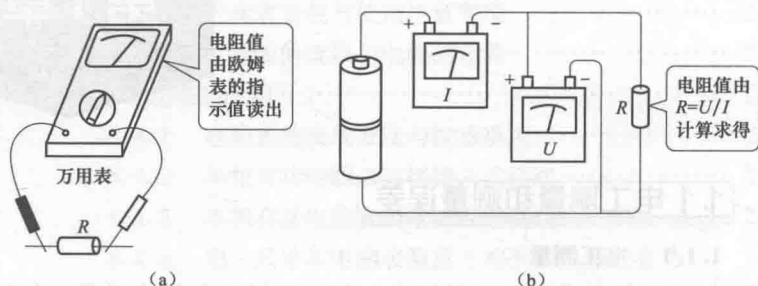

图 1-1 电阻的直接测量与间接测量
(1) 直接测量法。直接测量指测量结果可从一次测量的数据中得到。如用电流表测量电流,用电压表测量电压,用欧姆表测量电阻等都属于直接测量法,如图 1-1 (a) 所示。此方法测量简便、读数迅速、但准确度较低。
(2) 间接测量法。间接测量只能测出与被测量有关的电量,然后经过计算求得被测量。如用伏安法测量电阻时,先用电压表和电流表分别测量出电阻两端的电压和流过该电阻的电流,最后
再根据欧姆定律计算出被测的电阻的大小，如图 1-1（b）所示。间接测量法的误差比直接测量法大。